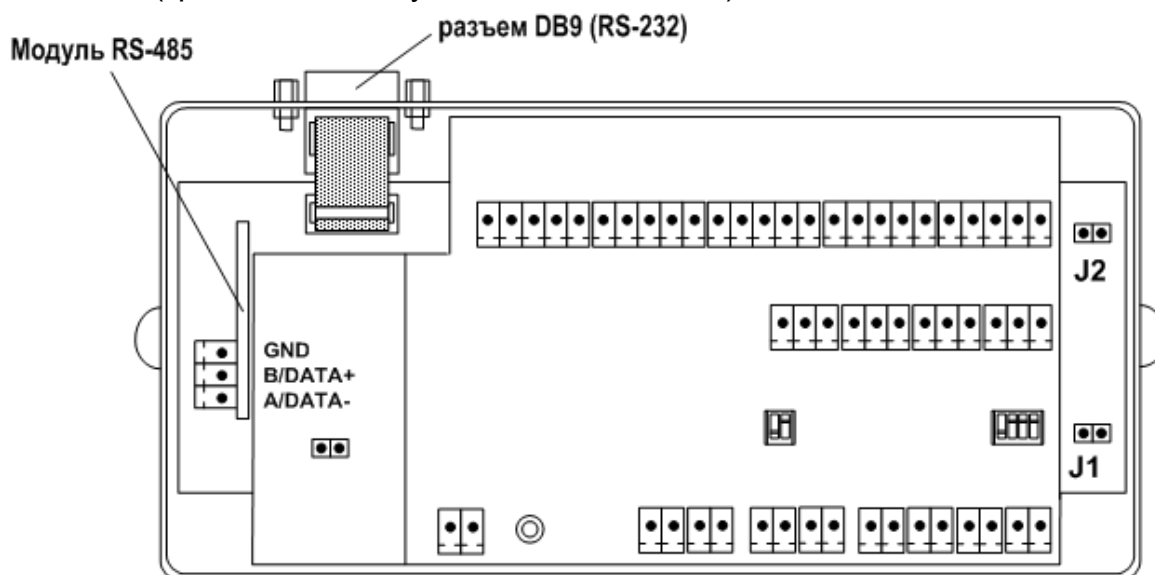

Рис.8. Размещение интерфейсных разъемов тепловычислителя.
6.3.1.1. Для связи с внешними устройствами в тепловычислителе предусмотрены последовательные интерфейсы RS-232, RS-485. Размещение интерфейсных разъемов в отсеках ТВ показано на рис.8 (крышки отсеков условно не показаны).